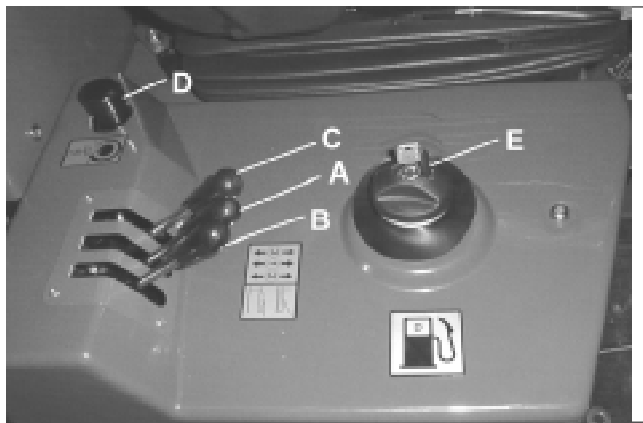
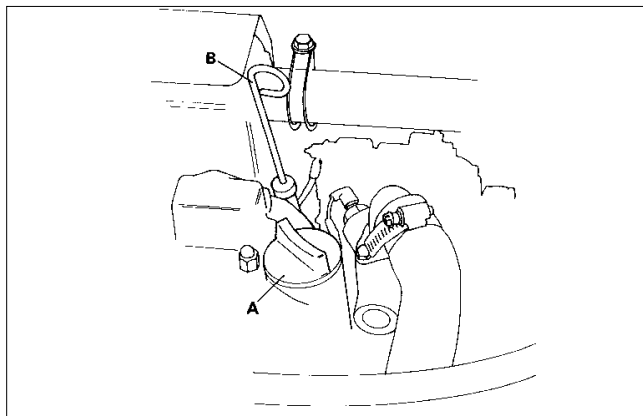
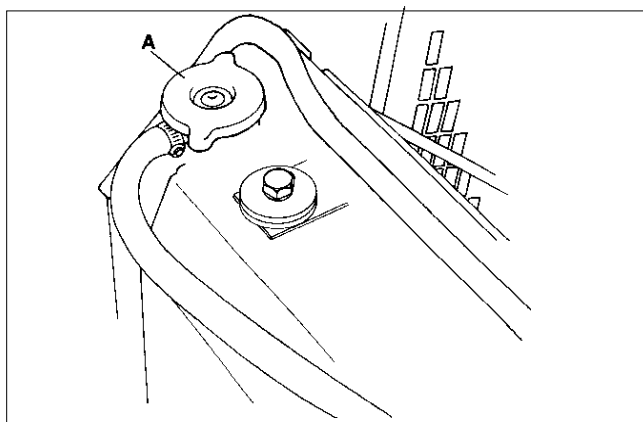
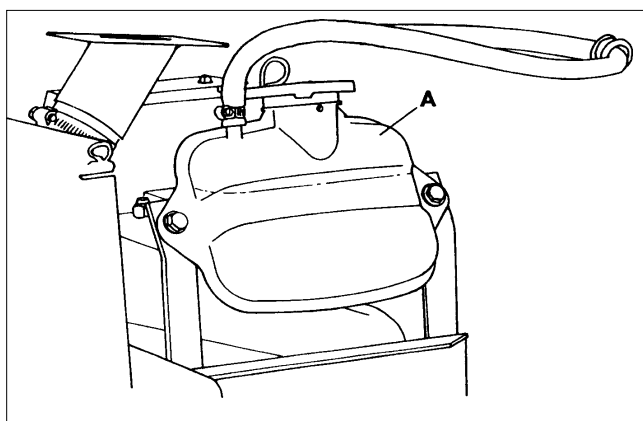

Fig.16
Fig.17
Fig.18
Fig.19
Before starting the engine it will be necessary to fill the fuel tank (E Fig.16) with Diesel fuel, fill the engine sump through the filler (A Fig.17) with oil and fill the radiator (A Fig.18) and expansion bottle (A Fig.19) with a 50% anti-freeze solution.
- Fill fuel tank (E Fig.16) with Diesel fuel No. 2-D (ASTM D975) .
- Fill the engine sump with oil to API classification CC/CD grade through the filler (A Fig.17) (see also chart on page 8).
- Always check level of oil with the dipstick (B Fig.17) and ensure machine is on level ground when checking. Capacity 3.1 litres (5.5 Imp pints) (6.6 US pints)
Fill the radiator (A Fig.18) and expansion tank (A Fig.19) with a 50% anti-freeze solution. Capacity 5.0 litres (8 imp pints) (10.5 US pints)
Voordat de motor wordt gestart, moeten eerst de volgende handelingen worden uitgevoerd: vul de brandstoftank (E afb. 16) met Diesel, vul het oliecarter met olie, via de vuldop (A afb. 17) en vul de radiator (A afb. 18) en het expansievat (A afb. 19) met een 50% antivriesmengsel. Ga als volgt te werk:
- a. Vul de brandstoftank (E afb. 16) met Diesel nr. 2-D (ASTM D975).
- a. Vul het oliecarter met een voorgeschreven motorolie (zie de specificaties op pagina 6), via de vuldop (A afb. 17).
- b. Controleer ook altijd het oliepeil met de peilstok (B afb. 17) en zorg ervoor dat de machine tijdens het meten op een vlakke ondergrond staat. De oliecarterinhoud is 3,1 liter.
Vul de radiator (A afb. 18) en het expansievat (A afb. 19) met een 50% antivriesmengsel. De koelsysteeminhoud is 5,0 liter.
Avant de mettre le moteur en marche, faire le plein de carburant (D fig. 16) avec du gasoil, faire le plein du carter moteur (A fig. 17) avec de l'huile et remplir le radiateur (A fig. 18) et le vase d'expansion (A fig. 19) avec une solution à 50 % d'antigel.
- (a) Remplir le réservoir (D fig. 16) avec du gasoil N° 2-D (ASTM D975)
- (a) Remplir le carter avec de l'huile classification API grade CC/CD par le trou de remplissage (A fig. 17) (voir également tableau page 9)
- (b) Vérifier le niveau d'huile au moyen de la jauge (B fig. 19) après s'être assuré que la machine était de niveau. Capacité: 3.1 litres.
Remplir le radiateur (A fig. 18) et le vase d'expansion (A fig. 19) avec une solution à 50% d'antigel.